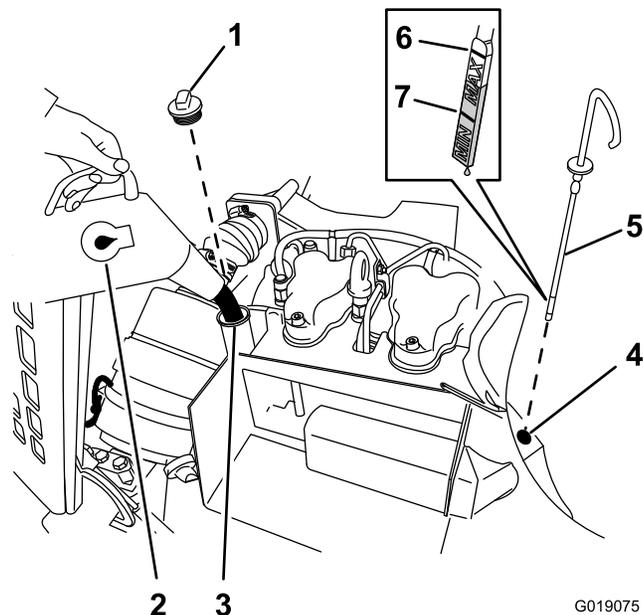

Figura 59
2. Vierta lentamente aproximadamente 0.76 l (1.5 cuartos de galón) del aceite especificado por el cuello de llenado (Figura 59).
- E. Si el nivel de aceite está por debajo de la marca Mínimo de la varilla, vierta lentamente suficiente aceite por el tubo de llenado de aceite para elevar el nivel de aceite hasta un punto entre los niveles mínimo y máximo (Figura 59).
- F. Instale el tapón de llenado de aceite en el cuello de llenado (Figura 59).